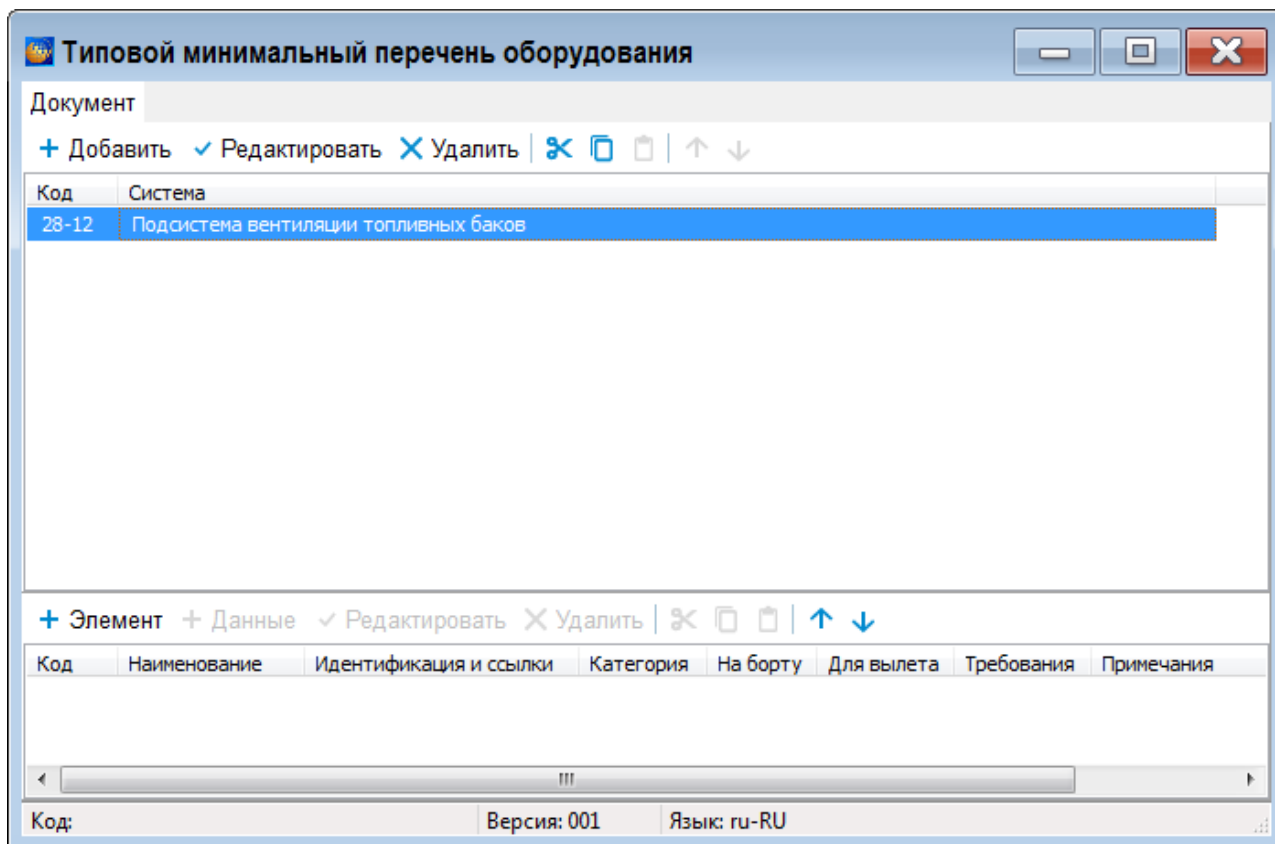

Рисунок 524
3) Нажмите на кнопку **Применить**. Введенные данные отобразятся в окне редактора (рисунок 524).